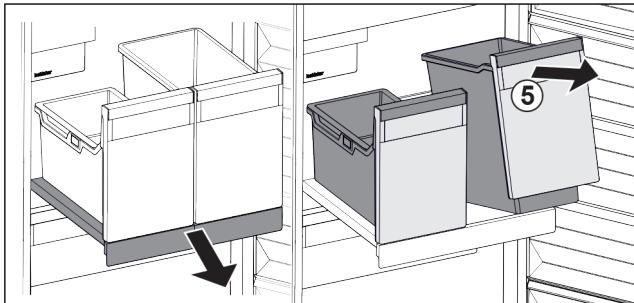

Fig. 29
- Spremnik Fig. 29 (5) podignite sprjeda.